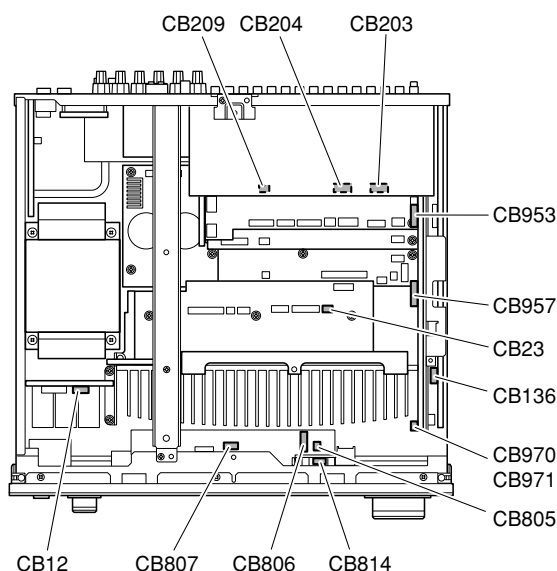

Fig. 3
(Fig. 3)
ます。(Fig. 3)
- Remove CB136, CB204, CB953 and CB957. (Fig. 3)
- Remove CB23, CB203 and CB209. (Fig. 3)
- CB136、CB204、CB953、CB957を外します。(Fig. 3)
- CB23、CB203を外します。(Fig. 3)